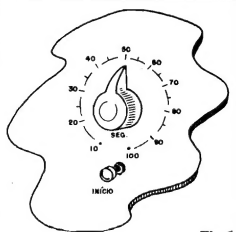

Fig. 6
- **FIG. 6 - SUGESTÃO PARA O DIAL DO POTEMP** - Conforme já foi dito, a idéia básica que levou ao projeto do POTEMP era "facilidade absoluta na instalação", ocupando o **mínimo** de volume interno e espaço no painel frontal de controle... A figura dá uma idéia elementar (e por isso mesmo, talvez a melhor...) de como implementar o **lay out** final da "coisa"... Com o potenciômetro dotado de um **knob** indicador, basta desenhar uma escala circular em torno de sua posição, estabelecendo subdivisões ao longo do arco da dita escala, para os Tempos intermediários (entre o **mínimo** de 1 segundo e o **máximo** de 100 segundos...). Para uma calibração básica, os tempos **mínimo** e **máximo** devem ser cronometrados com o auxílio de um bom relógio ou cronômetro digital (dotado de indicações de até décimos de segundo...); em seguida, o arco de atuação do potenciômetro poderá ser linear e proporcionalmente dividido, com a resolução necessária à aplicação (se segundo em segundo, ou a intervalos de 5 ou 10 segundos, conforme necessário...). O **push-button** de "INÍCIO" (se a unidade for montada/instalada num módulo pleno...) pode ficar logo abaixo do potenciômetro de TEMPO... Em outras aplicações industriais, eventualmente esse comando de **início** será executado por **switches** já existentes ou mecanicamente acoplados ao maquinário, devendo então ser feita a simples ligação da tal chave ao módu-